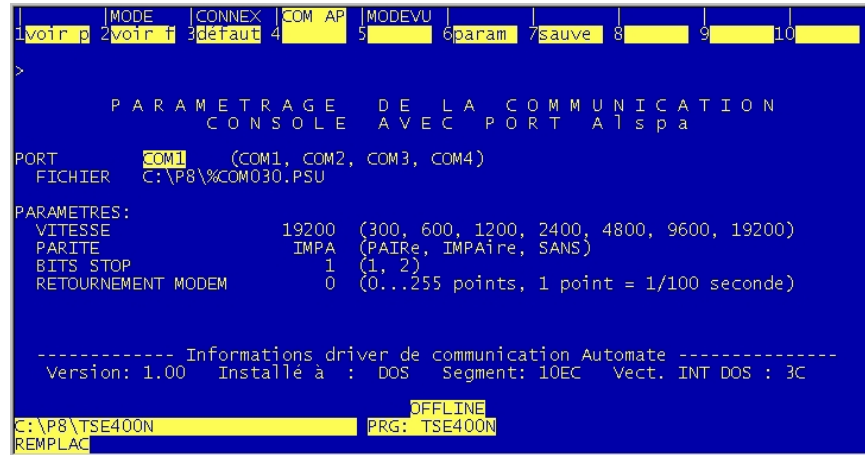

Figura 6.9. Protocolo de comunicación PC – PLC.
- **F4:** Con esta opción se pueden configurar el protocolo de comunicación entre un PC y el PLC, como se muestra en la figura 6.9.